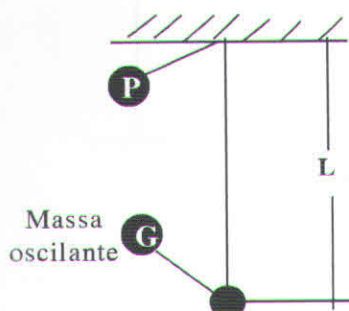

Figura 1
Um pêndulo simples ideal consiste em uma pequena massa oscilante (G) presa a um fio inextensível de comprimento (L) sem peso - Figura 1.